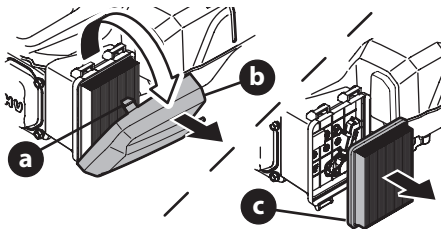

Figura 9
1. Presione las lengüetas (a) que aseguran la tapa del filtro de aire (b). Tire hacia atrás y quite la tapa (Figura 9).